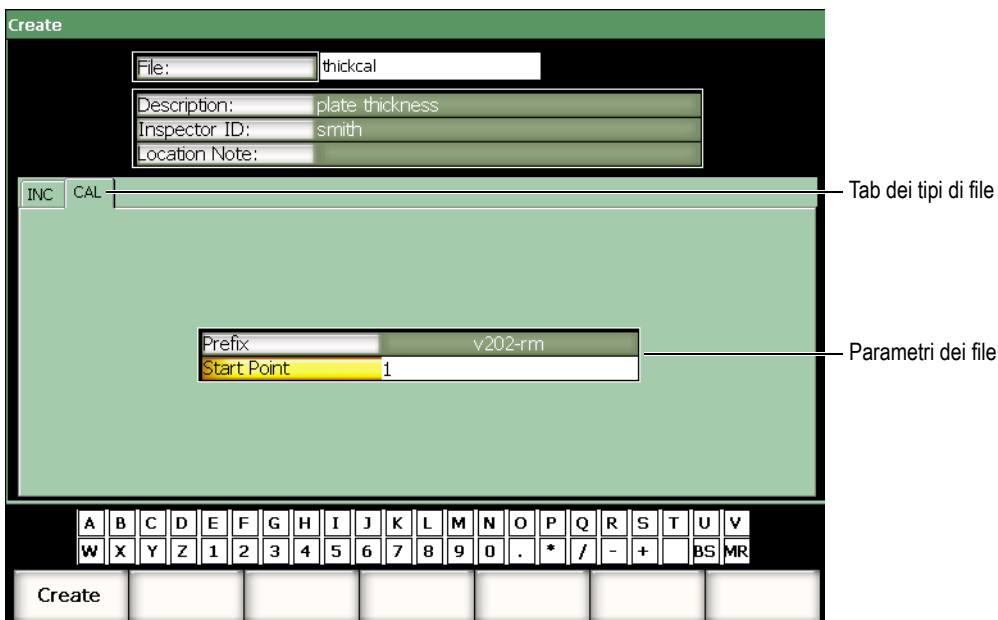

Figura 10-1 Pagina di configurazione Create
1. Selezionare **5/5 > Files > Create** (crea) per aprire la pagina di configurazione **Create** illustrata in Figura 10-1 alla pagina 186.
4. Selezionare il tab del tipo di file desiderato (l'esempio del tab **CAL** è illustrato nella Figura 10-1 alla pagina 186). Per maggiori dettagli sui tipi di file disponibili, riferirsi alla sezione 10.3.6 alla pagina 193.